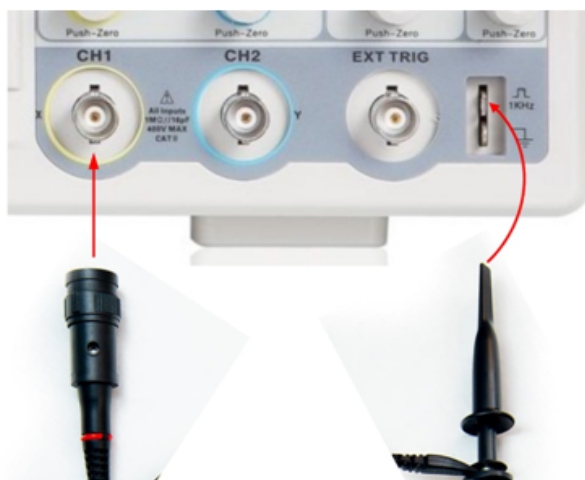

図 1
1. まず、スクリーン上に波形を表示するため、プローブの BNC コネクター (A) を CH1 の入力に、フック (B) を 1 kHz の方形波出力端子に接続せよ。そこで、[Auto] ボタンを押すと、オシロスコープが自動的に波形を取り込む (図 1)。